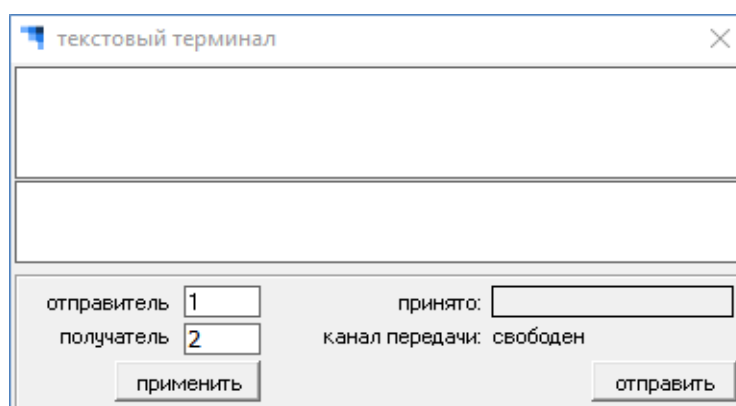

Рисунок 21 – Окно «Текстовый терминал»
5.2.2 При выборе пункта «Текстовый терминал» открывается окно «Текстовый терминал» (Рисунок 21), позволяющее по радиоканалу телеметрии и управления осуществлять через БВС обмен текстовой информацией между двумя НСУ, установившими связь с БВС. по радиоканалу телеметрии и управления.